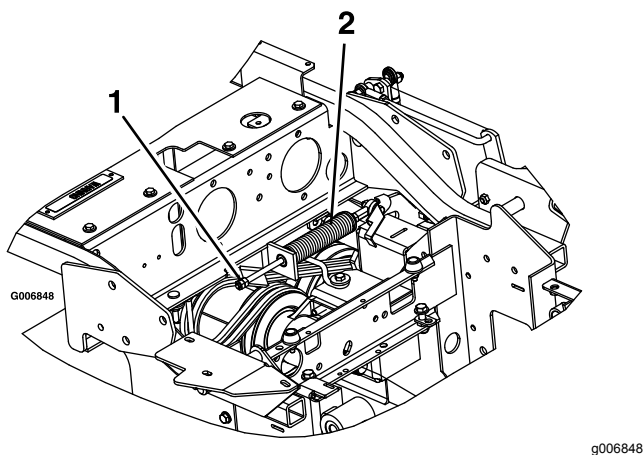

Figura 61
3. Localice el muelle del freno y desenrosque las dos contratuercas hasta el extremo de la varilla del muelle del freno (Figura 61).